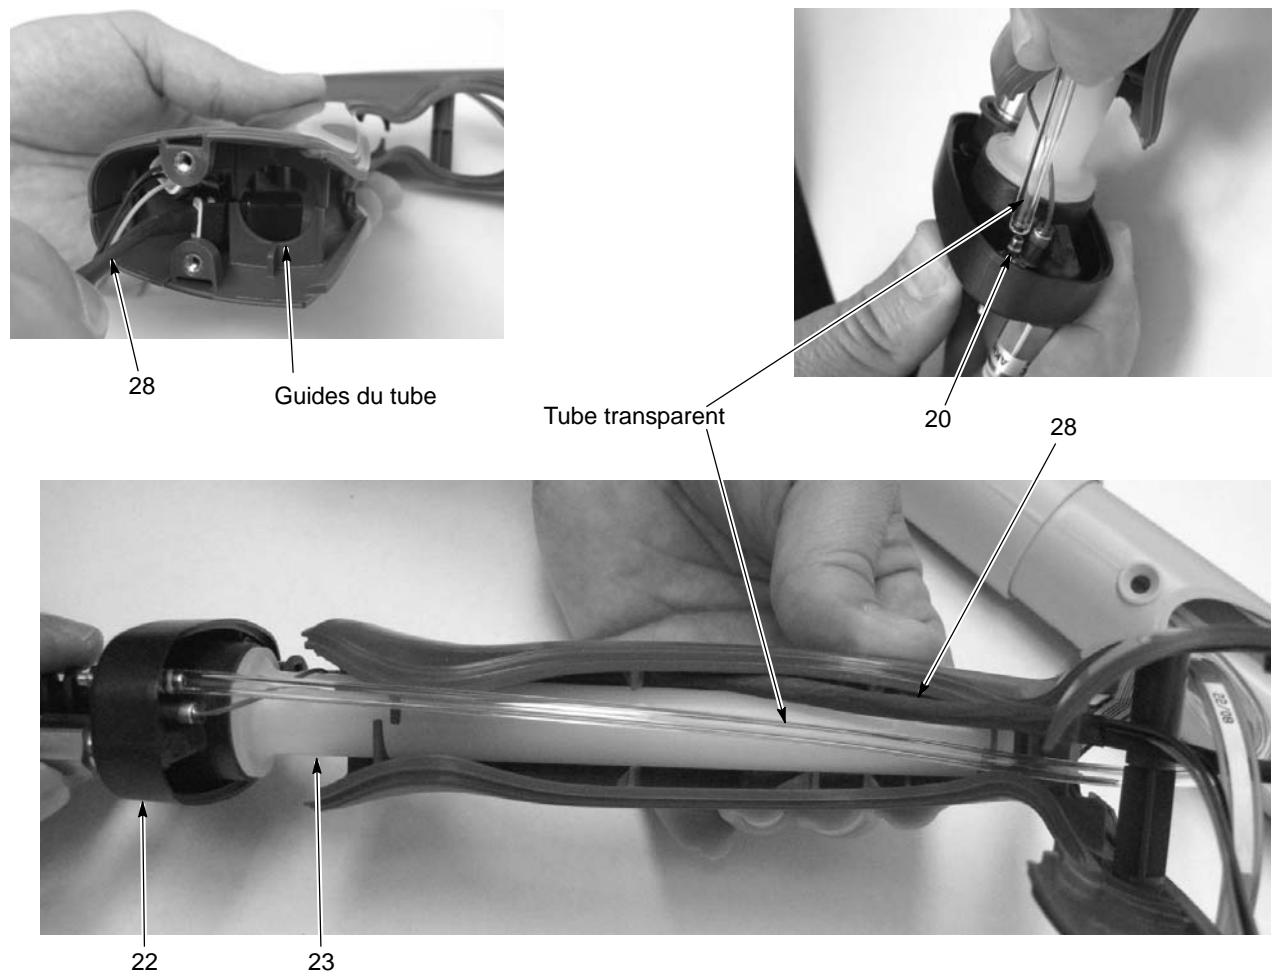

Fig. 5-11 Assemblage des poignées et de la base
8. Voir la figure 5-11. Faire passer les connecteurs du câble (28) dans l'avant de la poignée, puis glisser le tube d'entrée (23) à travers les guides tubulaires dans la poignée tout en faisant cheminer le câble (28) dans la poignée comme illustré. Arrêter lorsque la base se trouve à environ 4-5 cm du fond de la poignée.
9. Raccorder le tuyau transparent de 4 mm (4, fait partie du filtre) au raccord cannelé (20) dans la base de la poignée.